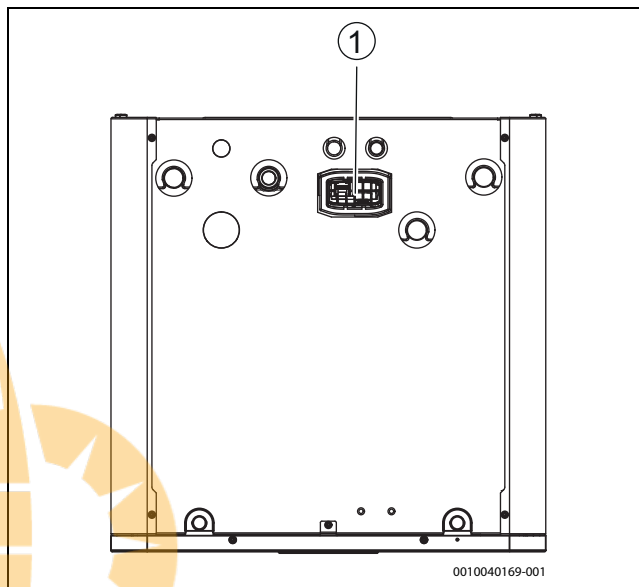

Bild 17 Halter für Connect-Key K30RF
- Modul in den Halter einsetzen (→ [1], Abbildung 17). Wenn das Modul richtig eingesetzt wurde, blinkt eine LED.